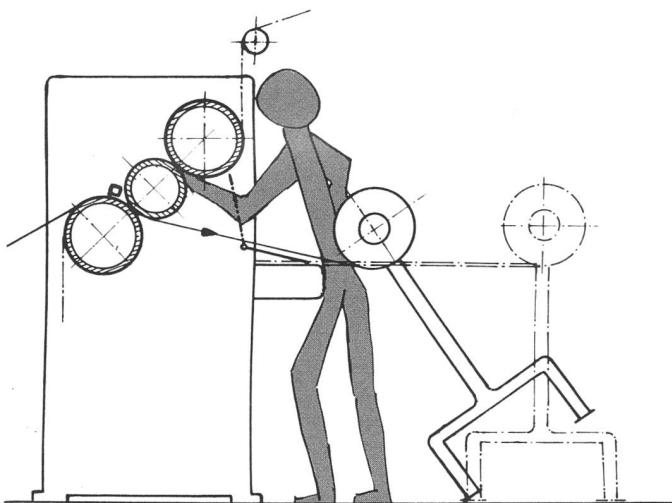

Bild 4 Foulard mit Docke
- In einem Betrieb musste Wirkware von 3 m Breite kalandriert werden, für die der vorhandene Kalander nicht ausreichte. Es handelte sich um eine aussergewöhnliche Warenbahnbreite, die zu behandeln war. Man benützte hiezu das Foulard (Bild 4) mit einer andern Warenführung als es